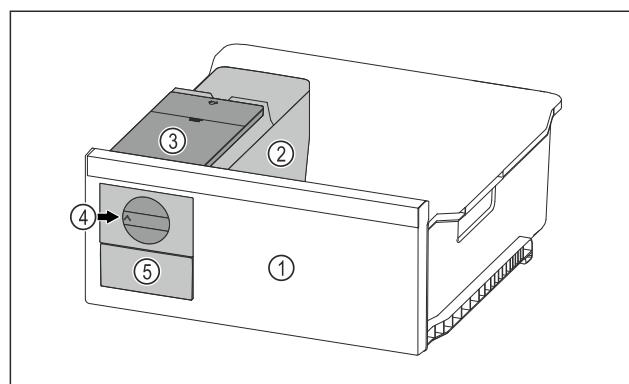

Fig. 108 Príklad zobrazenia
- Otočný gombík Fig. 108 (4) otočte v smere hodinových rúčičiek až na doraz.
- Kocky ľadu vypadávajú z misky na kocky ľadu do zásuvky na kocky ľadu Fig. 108 (5).